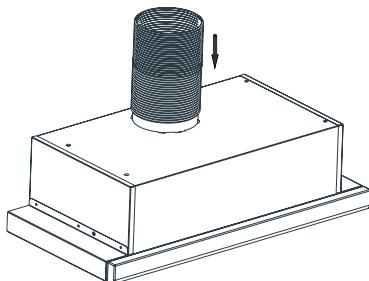

Rys. 4
- Gdy zestaw suwaka się porusza, panel przedni nie powinien drapać drzwi szafki. Rys. 4